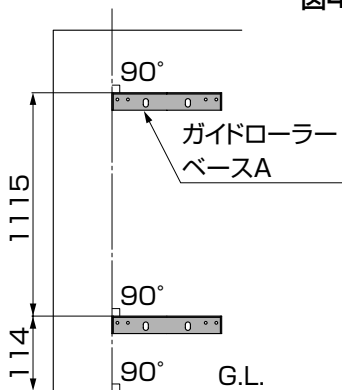
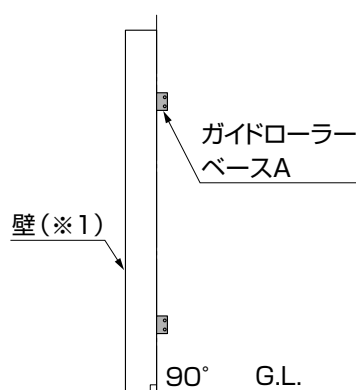

図4-6
図4-7
- ガイドローラーベースAを取付ける面が平らであることを確認してください。(※2)凹凸が激しいと本体が設置できなくなります。(図4-6、図4-7参照)